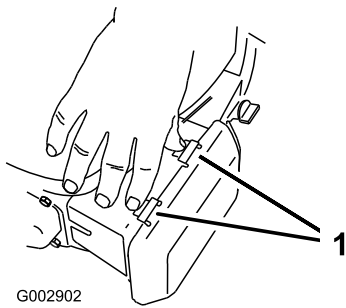

Bild 35
1. Drücken Sie die Verriegelungsnasen oben an der Luftfilterabdeckung nach unten (Bild 35).